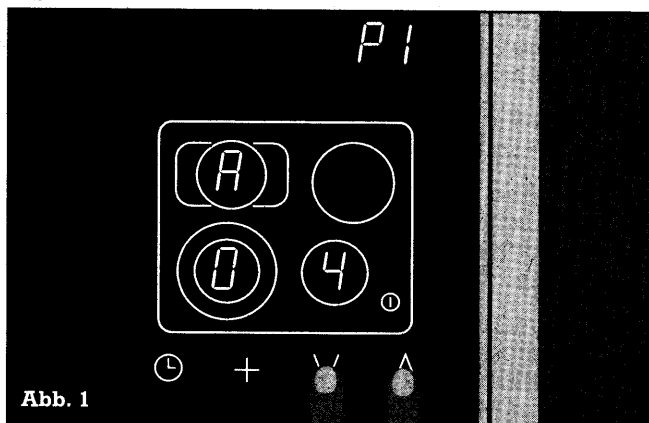

Abb. 1
- Berühren Sie bei eingeschaltetem Kochfeld die Symbole V und Δ . Es ertönt ein akustisches Signal. Halten Sie die Finger einige Sekunden gedrückt, bis ein zweites akustisches Signal ertönt und P1 im Timer-Anzeigefeld leuchtet. Im Kochzonen-Anzeigefeld erscheint A04, d.h. eine Ankochzeit von 4 Minuten ist eingestellt (Abb. 1).